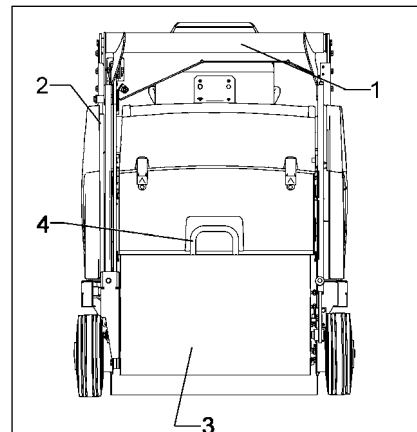

Abb.12
- Kehrgutbehälter (Abb.12/6) wird ausgehoben.
Sollte der Kehrgutbehälter nach dem Umschwenken sich nicht ganz entleeren, kann mit dem Bügelgriff (Abb.12/4) von Hand nachgerüttelt werden.